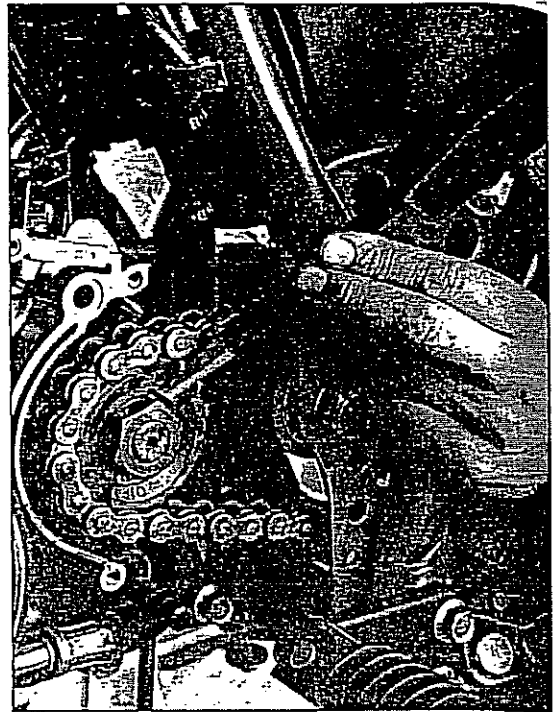

Bild 273
- Membranen, Dichtungen und in der in Bild 273 gezeigten Reihenfolge montieren. Sitz der langen Schrauben siehe Bild 275.